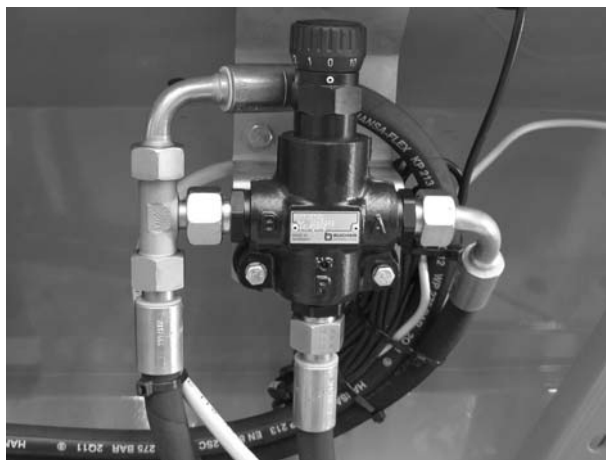

Fig. 14: Flödesregleringsventil
- ▶ Anslut den elektriska spjällmanövreringen, den hydrauliska drivningen och belysningen (se kapitel *Fig. 14 Flödesregleringsventil*).
- ▶ Anslut de elektriska och hydrauliska spjällmanövreringarna och belysningen (se *Fig. 14 Flödesregleringsventil*).